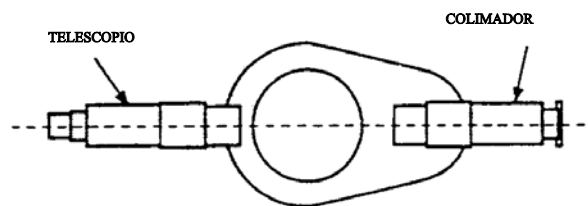

Figura 3
4.- Alinear el telescopio en la dirección del colimador, como muestra la Figura 3.